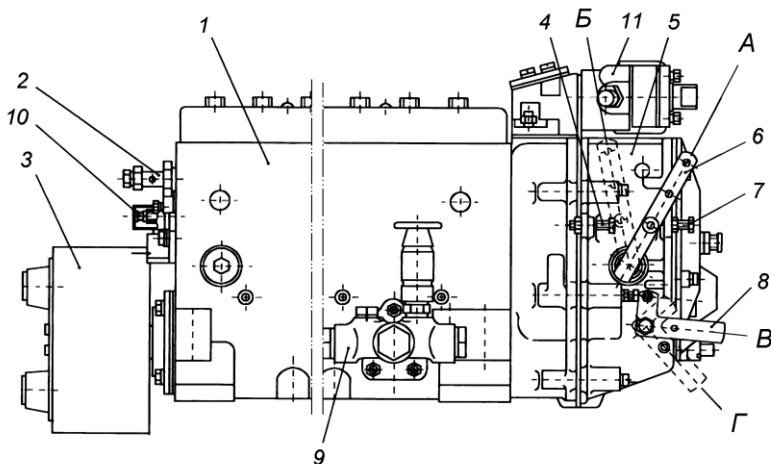
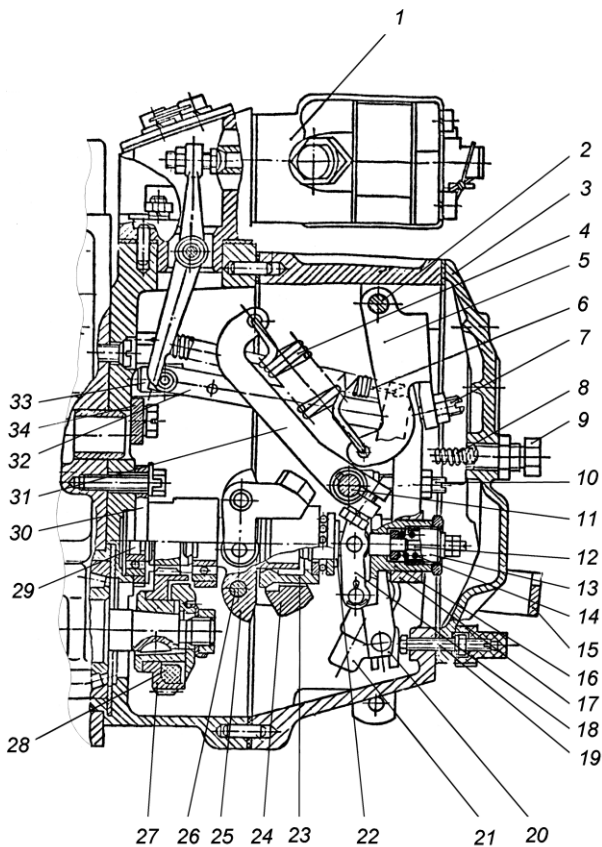

Рисунок 19 – Топливный насос высокого давления:
Рисунок 21 – Регулятор частоты вращения:
Топливный насос в сборе показан на рис. 19. С топливным насосом высокого давления в одном агрегате объединены регулятор частоты вращения 5, топливоподкачивающий насос 9 и демпферная муфта.
Связь секций с регулятором частоты вращения насоса осуществляется через рейку. Рейка топливного насоса перемещается в направляющих втулках, запрессованных в корпусе насоса. На выступающем из насоса конце рейки имеется болт 10 (рис. 19), которым она упирается в защитный колпачок при положении рейки перед пуском двигателя. При вывертывании болта из рейки подающая подача уменьшается.
Регулятор частоты вращения 5 (рис. 19) – механический, всережимный, прямого действия с повышающей передачей на привод грузов, предназначен для поддержания заданного водителем скоростного режима работы двигателя путем автоматического изменения количества подаваемого топлива в зависимости от изменения нагрузки на двигатель. Кроме того, регулятор ограничивает максимальную частоту вращения двигателя и обеспечивает работу двигателя в режиме холостого хода. Регулятор имеет устройство для выключения подачи топлива в любой момент независимо от режима работы двигателя. Автоматически поддерживаемый скоростной режим при изменяющихся нагрузках, регулятор обеспечивает экономичную работу двигателя.
Устройство регулятора показано на рис. 21. Регулятор расположен на заднем торце топливного насоса высокого давления. На конусе кулачкового вала находится ведущая шестерня 27 с демпфирующим устройством. Вращение от вала насоса на ведущую шестерню передается через резиновые сухари 28. Ведомая шестерня выполнена как одно целое с валиком 29 державки грузов и установлена на двух подшипниках в стакан 30.
На валик напрессована державка грузов 25 (рис. 21), на осях 26 которой находятся грузы 24. Грузы своими роликами упираются в торец муфты 23, которая через упорный подшипник и пяту 22 передает усилие грузов рычагу регулятора 17, подвешенному вместе с двуплечим рычагом 5 на общей оси 2.
Муфта 23 с упорной пятой 22 в сборе одним концом опирается на направляющую поверхность державки, а за второй конец подвешена на рычаге 18 отрицательного корректора, закрепленном на втулке 16 отрицательного корректора. Пята муфты грузов связана через узел отрицательного корректора с рычагом рейки 20 и через тягу рейки 32 топливного насоса. К верхней части рычага рейки присоединена пружина 6 рычага рейки, удерживающая рейку насоса в положении, соответствующем максимальной подаче, что обеспечивает увеличенную подачу топлива при пуске двигателя. В нижнюю часть рычага рейки запрессован палец, который входит в отверстие ползуна кулисы 21. Вал 11 рычага регулятора жестко связан с рычагом управления 6 (рис. 19) и рычагом пружины 31 (рис. 21). Перемещение рычага управления регулятором ограничивается двумя болтами 4 и 7 (рис. 19). За рычаг пружины 31 (коротким зацепом) (рис. 21) и двуплечий рычаг 5 (длинным зацепом) зацеплена пружина регулятора 4, усилие которой передается с двуплечего рычага на рычаг регулятора через винт 7 двуплечего рычага. В рычаг регулятора ввернут регулировочный болт 10, который упирается в вал рычага пружины и служит для регулировки номинальной подачи топлива. В нижней части рычага регулятора расположено корректирующее устройство (12,13,14,16,18) с отрицательным корректором, предназначенного для формирования внешней скоростной характеристики ТНВД и крутящего момента двигателя. Рычаг регулятора снабжен боковой накладкой, удерживающей втулку 16 обратного корректора и упорную пяту 22 от проворота. Кроме того, хвостовик болта крепления боковой накладки, входя в боковой продольный паз втулки предохраняет ее от выпадения из расточки рычага. Упор 34, закрепленный на корпусе регулятора, не позволяет рычагу пружины 31 опасно приближаться к вращающимся грузам. Для полного выключения подачи топлива служит механизм останова, состоящий из кулисы 21, скобы 15 и возвратной пружины. Во время работы кулиса прижата усилием возвратной пружины к регулировочному винту 19. Сзади крышка регулятора закрыта крышкой 3 смотрового люка с буферным устройством, состоящим из корпуса 9 и пружины 8, которая, сглаживая колебания рычага 17 регулятора, обеспечивает устойчивую работу двигателя на холостом ходу.
- 1 Минимальная частота вращения холостого хода регулируется болтом 7 (рис. 19) и корпусом буферной пружины 9 (рис. 21);
- 2 Максимальная частота вращения холостого хода (начало выброса рейки) регулируется болтом 4 (рис. 19).
- 3 Номинальная мощность (подача) регулируется болтом 10, подрегулировка винтом 19 (рис. 21).
- 4 Предварительное натяжение пружины (разность оборотов конца и начала выброса рейки) регулируется винтом 7 (рис. 21).
- 5 Подача топлива при 500 мин^{-1} регулируется гайкой обратного корректора 12 (рис. 21).
- 6 Предварительное натяжение пружины обратного корректора (обороты начала срабатывания корректора) регулируется корпусом корректора 13 (рис. 21).
Топливоподкачивающий насос 9 (рис. 19) – поршневого типа предназначен для подачи топлива из топливного бака через фильтры грубой и тонкой очистки к топливному насосу высокого давления. Производительность топливоподкачивающего насоса в 3...4 раза превышает производительность топливного насоса высокого давления, что гарантирует стабильность процесса топливоподачи от цикла к циклу.